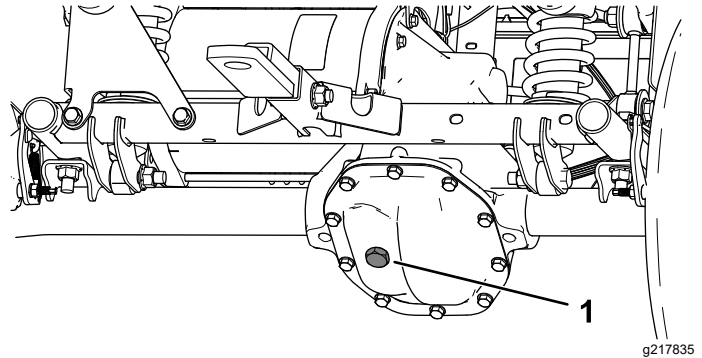

Bild 48
4. Entfernen Sie die Füllschraube am Getriebe (**Bild 48**).
5. Wenn der Ölstand niedrig ist, nehmen Sie die Füllschraube ab und füllen Sie die angegebene Ölsorte ein, bis das Öl aus dem Loch ausläuft (**Bild 48**).
4. Entfernen Sie die Füllschraube am Getriebe und füllen Sie das Getriebe mit Öl der angegebenen Sorte, bis es aus dem Füllloch ausläuft (Bild 48).